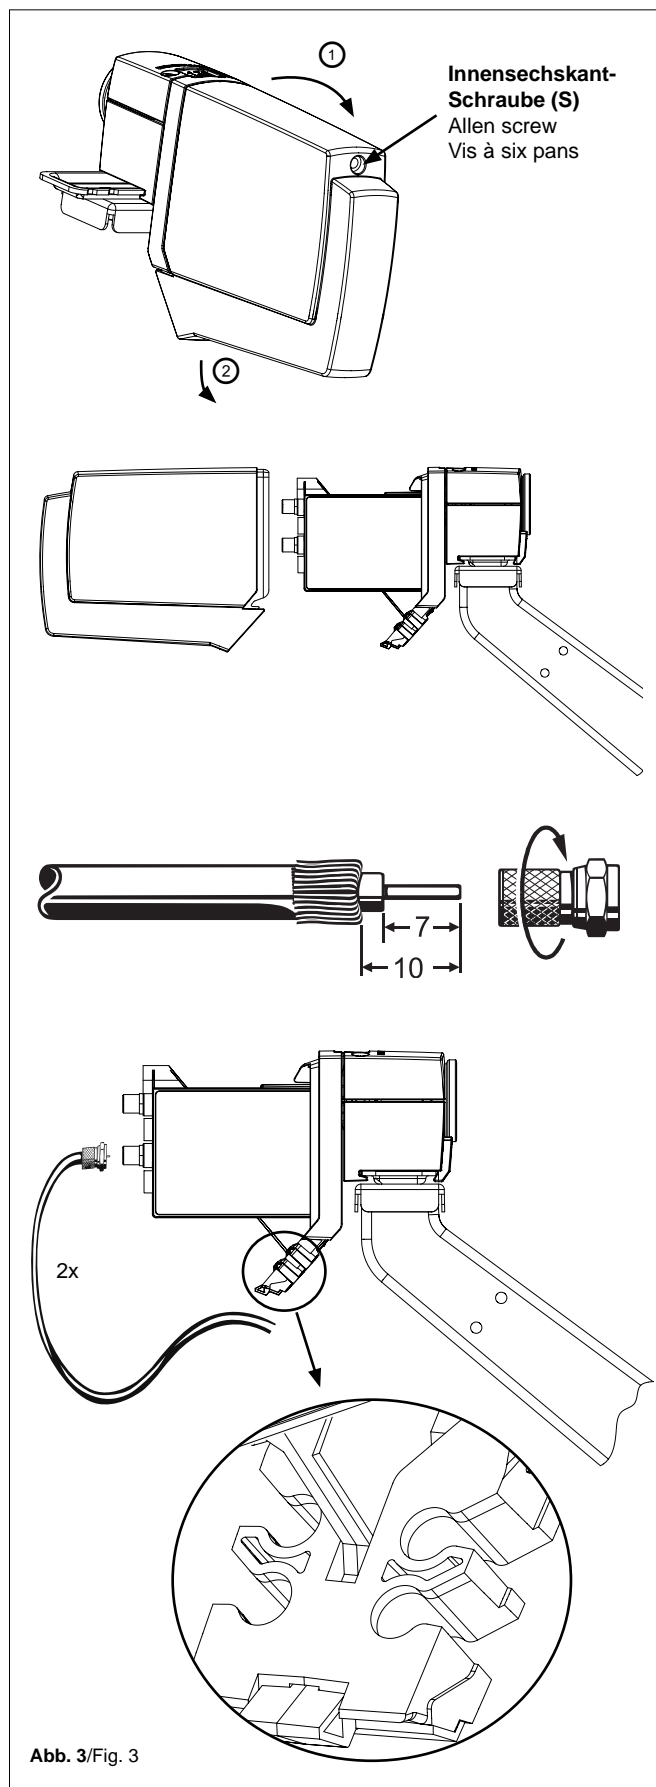

Abb. 3/Fig. 3
Kabelanschluss (Abb. 3)
3. Angeschlossene Kabel nach vorne führen und seitlich in den Kabelhalter (siehe Vergrößerung in Abb. 3 unten) eindrücken.
4. Haube aufschieben bis sie in die Nut eintaucht und im unteren Bereich einrastet. Innensechskantschraube (S) festziehen.
Cable connection (Fig. 3)
3. Lead the connected cable forwards and insert sideways into the cable fastening (see close-up in fig. 3 below).
4. Slide on the cover until it fits into the groove and locks in the bottom section. Tighten Allen screw (S).
Raccordement de câbles (Fig. 3)
3. Amener les câbles raccordés vers l'avant et les enfoncer latéralement dans le support de câbles (voir l'agrandissement au bas de la fig. 3).
4. Mettre en place le capot qui doit entrer dans la gorge et s'enclencher au bas. Serrer la vis à six pans creux (S).